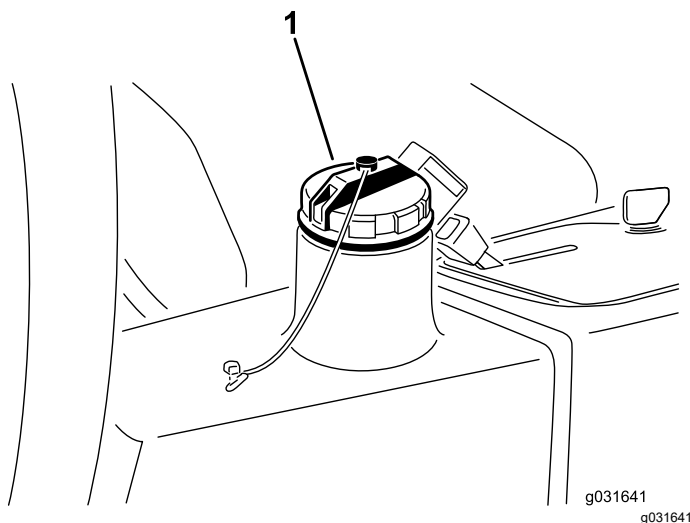

Figura 65
2. Curăați zona din jurul gâtului de umplere și a capacului rezervorului hidraulic (Figura 65).
3. Scoateți capacul rezervorului hidraulic (Figura 65).